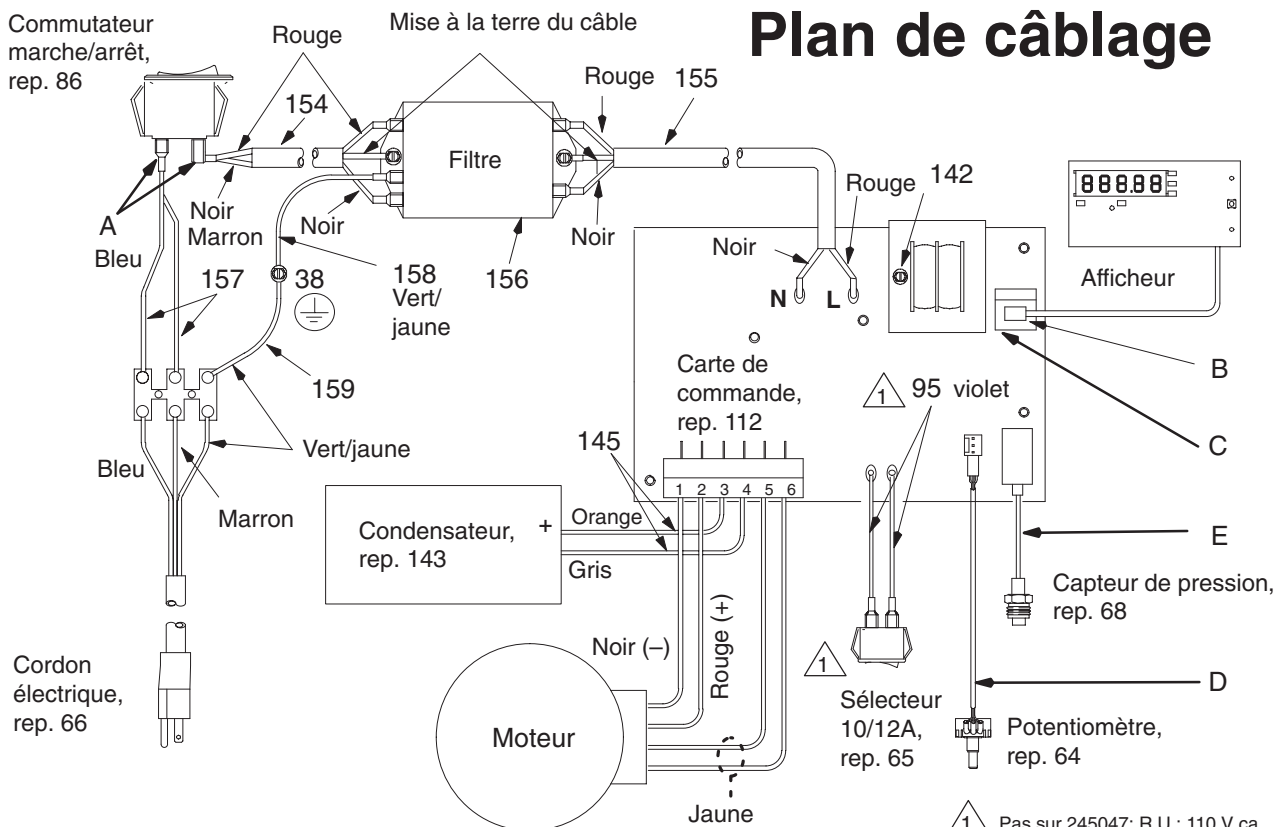

Fig. 8
3. Fig. 8. Enlever les quatre vis (60) et le capot de régulation de pression (49). Débrancher le connecteur de l'afficheur (B).
4. Enlever les deux vis (108) ainsi que le panneau de commande (67).
5. Débrancher quatre fils (A) sur l'interrupteur MARCHE/ARRÊT (86).
6. Serrer les pattes intérieures du bouton MARCHE/ARRÊT (86) et sortir ce dernier du panneau de commande (67).
7. Débrancher les deux fils (95) du sélecteur 15/20A (65).
8. Serrer les pattes intérieures du sélecteur 15/20A (60) et sortir ce dernier du panneau de commande (67).